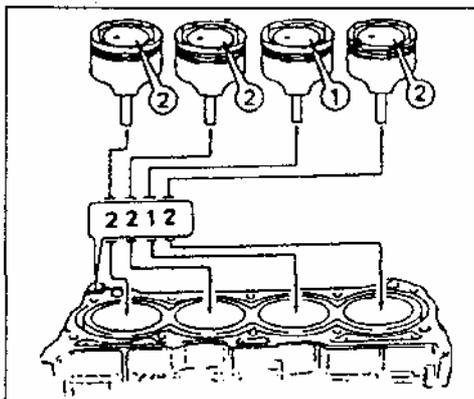

Рис. 133
- а) На каждом поршне нанесены метки 1 или 2 как показано на рисунке. Метка указывает на наружный диаметр поршня (Рис. 133).
- в) Номер на поршне должен соответствовать номеру на цилиндре, так поршень с меткой «2», необходимо установить в цилиндр с меткой «2», и поршень с меткой «1» необходимо установить в цилиндр с меткой «1» (Рис.133).